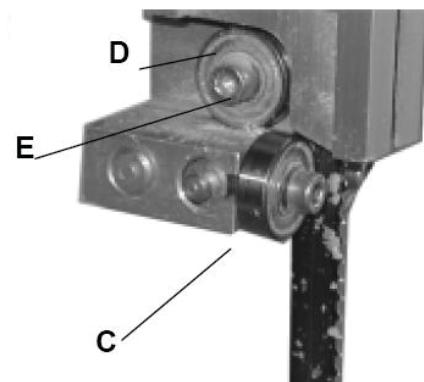

Рис. 21
- Відрегулюйте підпорний підшипник (D) (Рис. 21), аби спинка полотна не важала відкручувати кріпильний болт (Е) (Рис. 21).